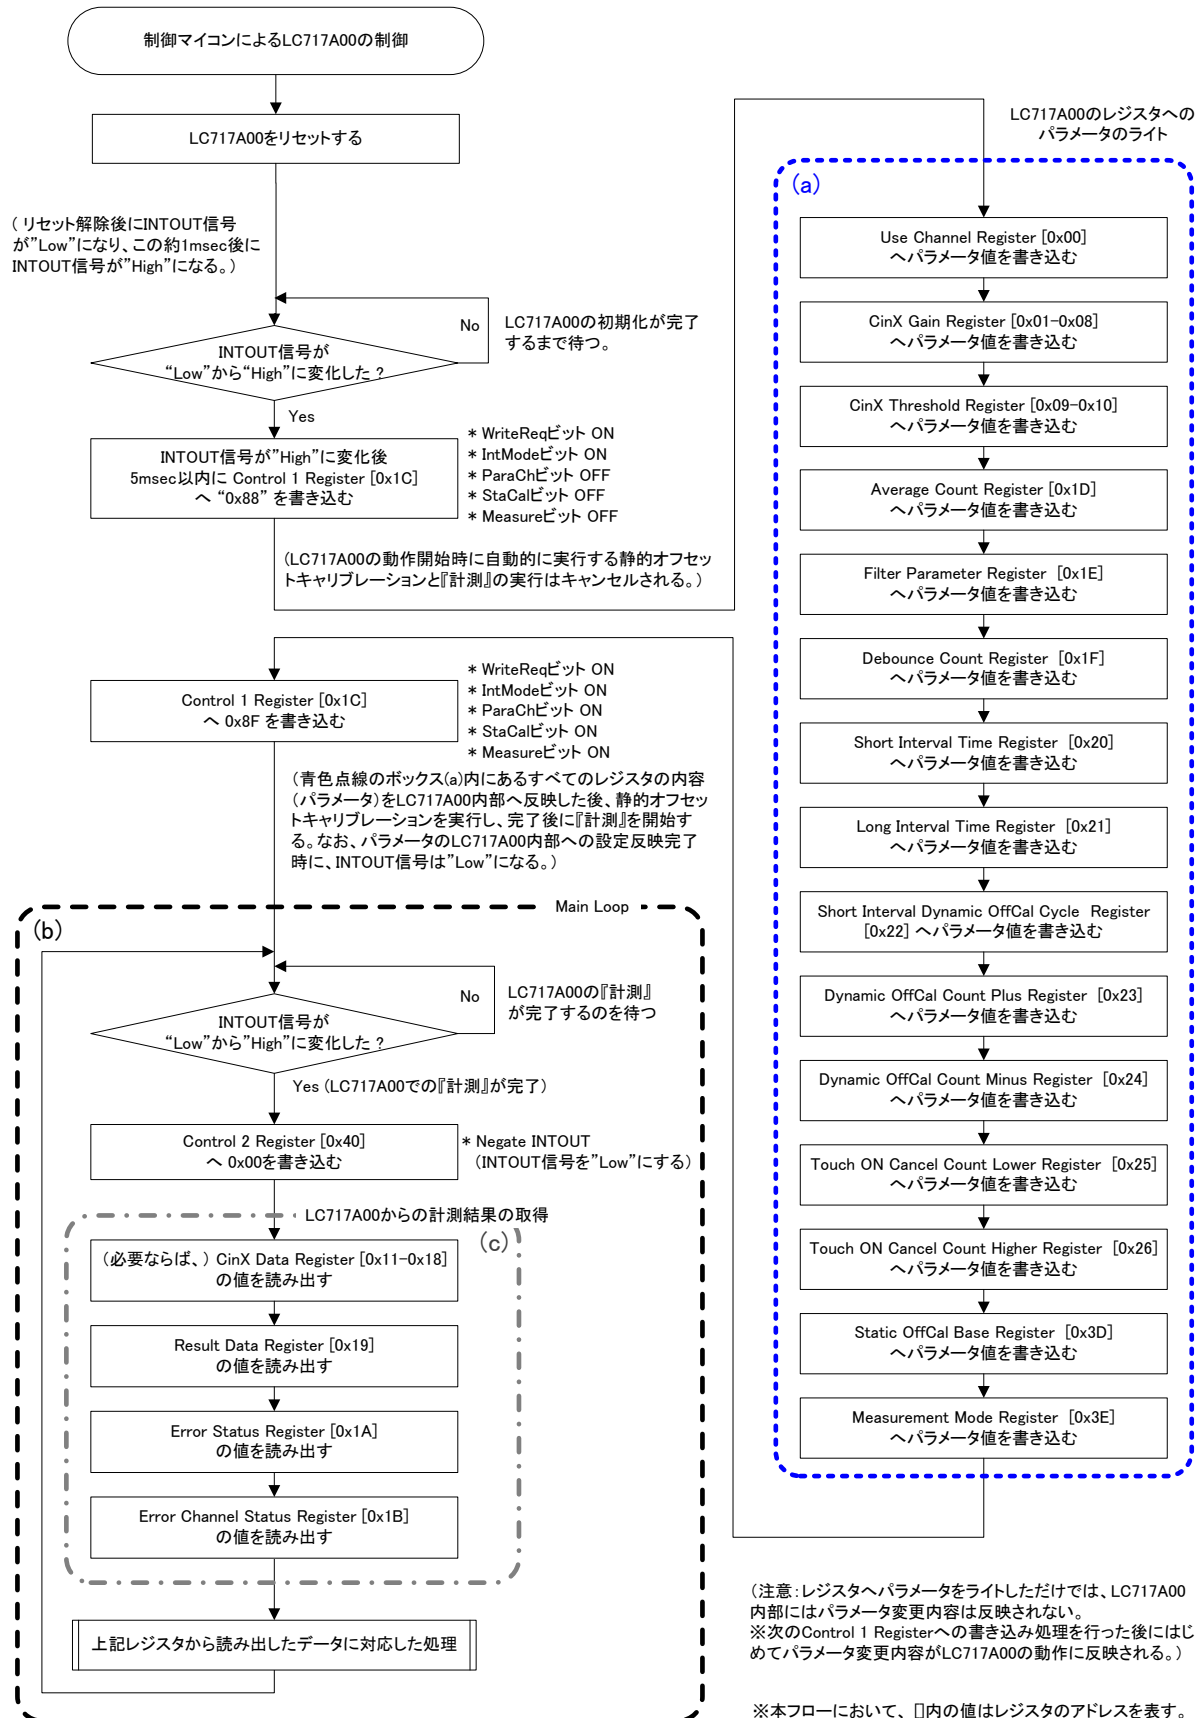

図 4-2 インターバルモードに設定し、INTOUT を使って計測結果をリードする場合の制御例
- (2) 制御マイコンは、nRST を使った LC717A00 のリセット制御終了直後から汎用入力ポートを使って INTOUT 信号の状態を検出します。制御マイコンは、LC717A00 リセット解除後に発生する INTOUT 信号の立ち上がりエッジを検出したら、すみやかに Control 1 Register 【Address=0x1C】に 0x88 をライトします。(具体的には、LC717A00 リセット解除後に発生する INTOUT 信号の立ち上がりエッジから **5msec** 以内に 0x88 をライトします。) これを行うのは、リセット後に LC717A00 が自動実行する「静的オフセットキャリブレーションの実行と『計測』の実行」を停止するためです。
- (3) 制御マイコンは、新しい設定パラメータをレジスタ群にライトします。(具体的には、制御マイコンは、図 4-2 の青の点線で囲まれたボックス(A)内のすべてのレジスタまたは一部のレジスタに新しいパラメータをライトします。)